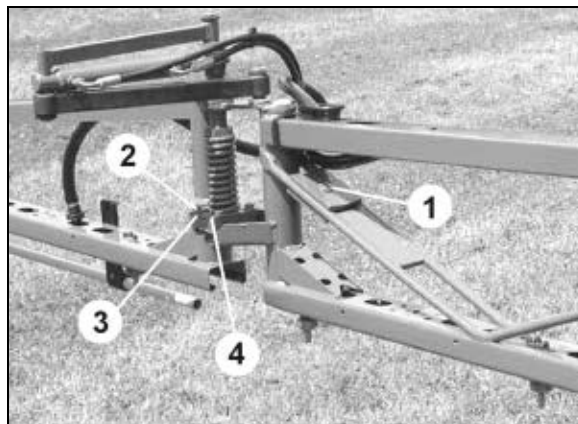

Fig. 126
Hvis dette ikke er tilfelle, juster den utfoldede bommen med motvekter (Fig. 126/1) når svingningsutjevningen er **frigjort**. Fest motvektene tilsvarende på bommen.
1. Løsne skruene (Fig. 126/2) til festelaskene (Fig. 126/3). Justeringen foretas direkte på plastklørne med langhullene i festelasken (Fig. 126/4).
3. Trekk til skruene (Fig. 126/2).